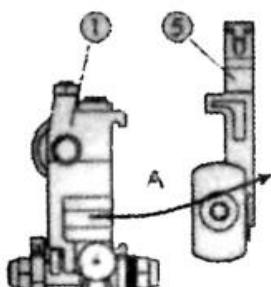

Рис. 19
- Замена лезвие, выполняется путем поворота маховика ②, чтобы ножевая коробка ① повернулась наружу вдоль направляющей колеи ③ и затем извлечь ножевую коробку из штапельной головки. (Рис. 19)
- Поместите бокс для ножей на направляющую. (Рис. 19)
- Вставить проволочный катетер в отверстие ножевого бокса. (Рис. 19)
- Вернуть ножевой бокс в исходное положение, повернув и отрегулировав маховик. (Рис. 19)